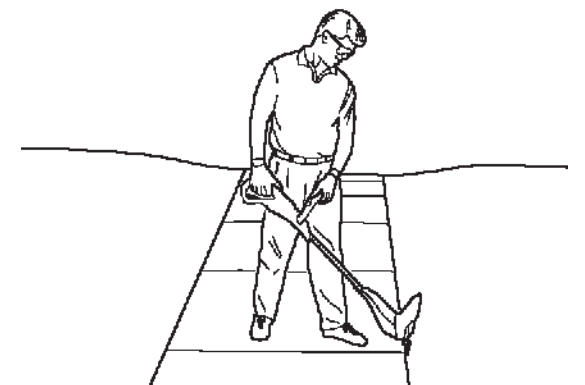

Fig. 14
8. **OPERACIÓN COMO ORILLADOR** (Fig. 14). Con la unidad configurada como orillador, sujétela con el motor a la izquierda, de tal forma que las partículas sean lanzadas hacia atrás. Siempre utilice protector para los ojos.